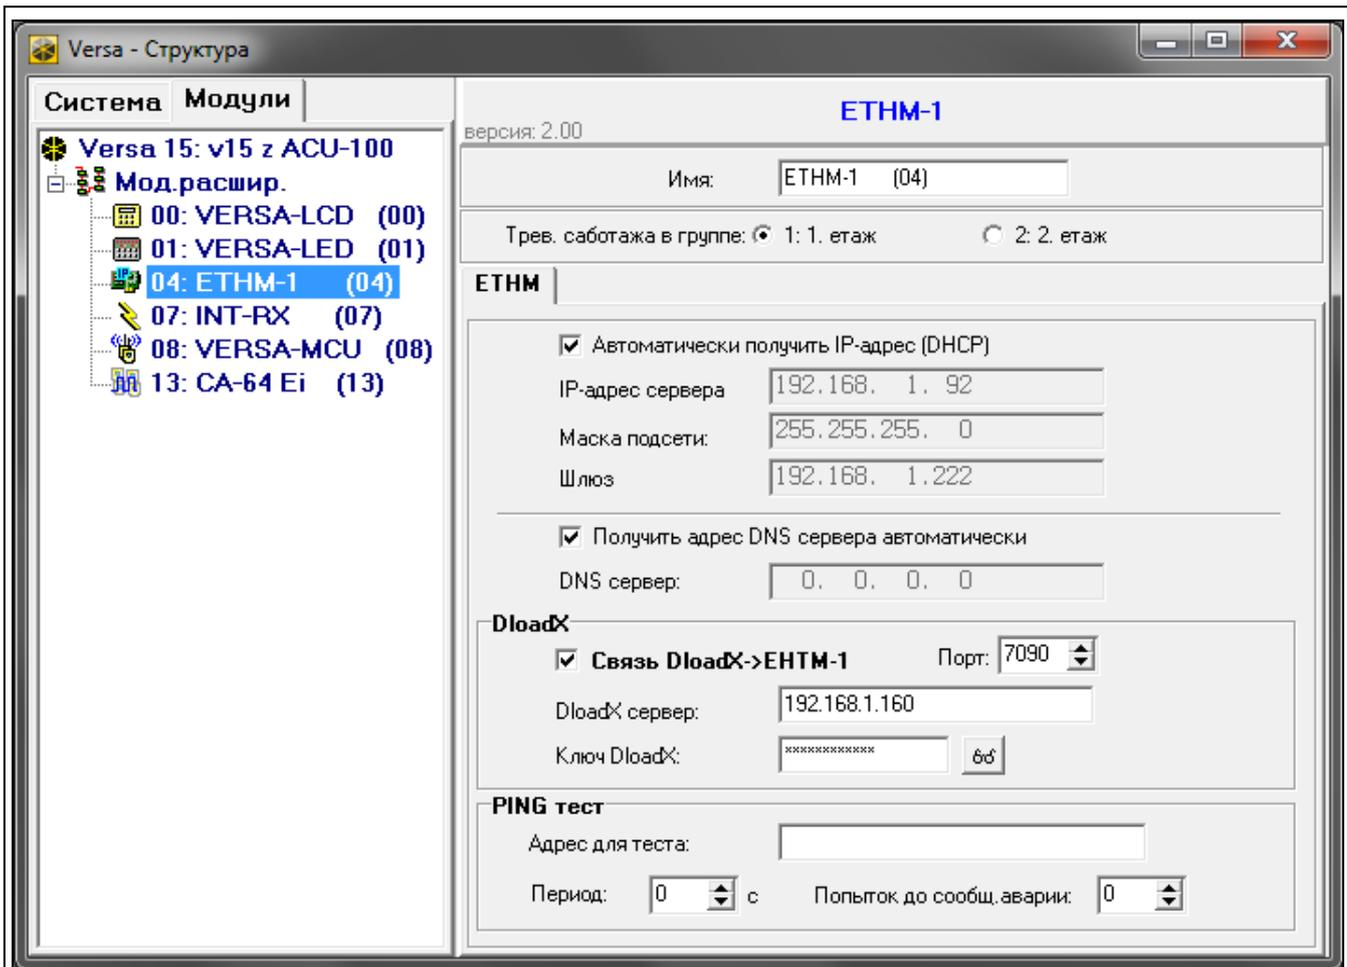

Рис. 6. Программа DLOADX: настройки модуля ETHM-1, подключенного к ПКП VERSA.
- программа DLOADX: →окно «Versa – Структура» →закладка «Модули» →ветка «Модули расширения» →[название модуля] (рис. 6).6